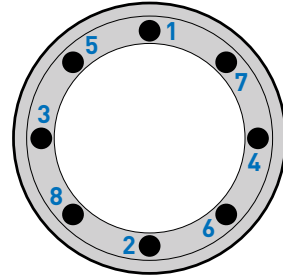

Abbildung 5 – Die Anzugsreihenfolge für die Montage des Schleifrings
- Die Schrauben sollten abwechselnd gleichmäßig diagonal angezogen werden (Abbildung 5).